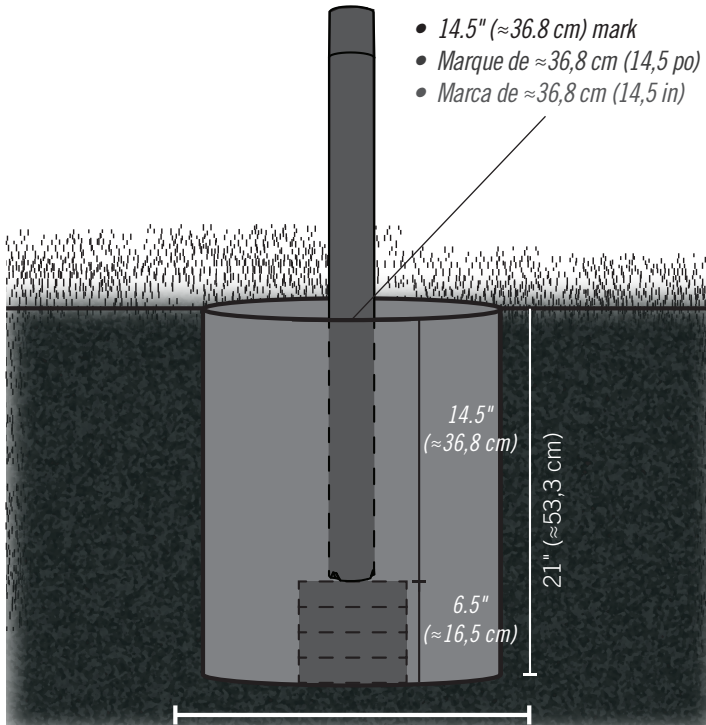
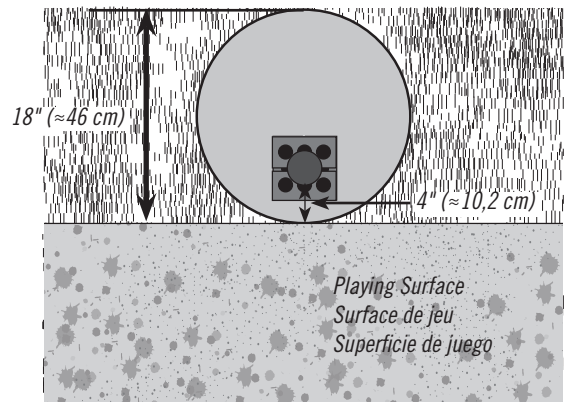

Fig. 1
Fig. 2
- Set the bottom of the bottom pole onto the bricks or patio blocks. The 14.5" (≈ 36.8 cm) mark on the pole should be flush with the playing surface (Fig. 1). If it is not flush, the system will not adjust to the correct heights. The edge of the pole should be 4" (≈ 10.2 cm) from the playing surface (Fig. 2) to ensure the back board overhangs the playing surface. If it is not, adjust it.
- Mettre l'extrémité inférieure du poteau inférieur sur les briques ou dalles de patio. La marque de $\approx 36,8$ cm (14,5 po) devrait être au ras de la surface de jeu (Fig. 1). S'il n'est pas affleurant, le système ne s'ajustera pas aux hauteurs correctes. Le bord du poteau devrait être 4 po ($\approx 10,2$ cm) de la surface de jeu (Fig. 2) pour assurer que le panneau surplombe la surface du jeu. Sinon, l'ajuster.
- Colocar el extremo inferior del poste inferior sobre los ladrillos o los bloques de patio. La marca de $\approx 36,8$ cm (14,5 in) debería estar al ras de la superficie de juego (Fig. 1). Si no está enrasado, el sistema no se ajustará pas a las alturas correctas. El borde del poste debería estar 4 in ($\approx 10,2$ cm) de la superficie de juego (Fig. 2) para asegurar que el tablero sobresale por encima de la superficie de juego. Si no, ajustarlo.